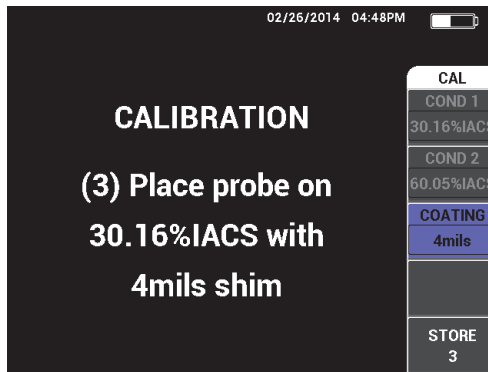

Figura 5-50 Instruções exibidas (3)
**COATING** (tecla C) é então marcado na exibição (veja Figura 5-50 na página 165).